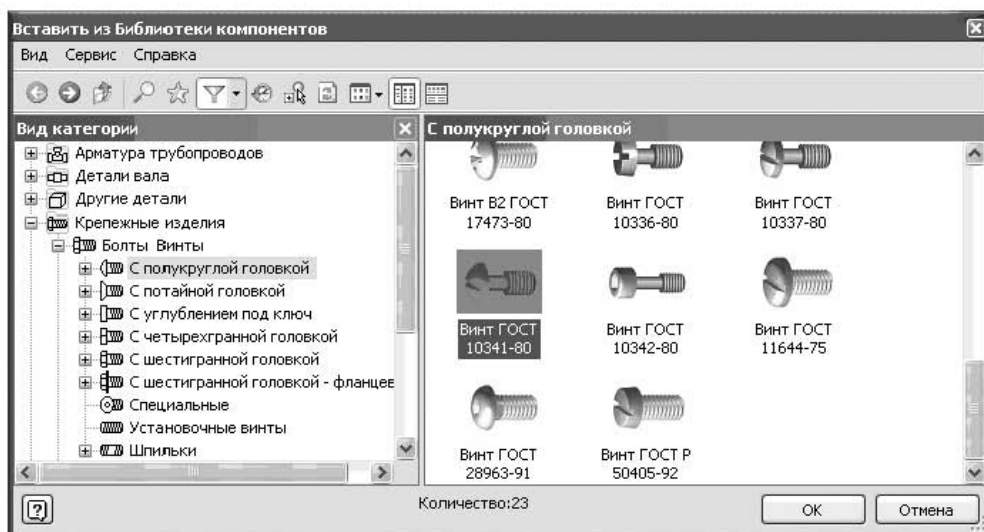

Рис. 9.77. Диалоговое окно Вставить из Библиотеки компонентов
- Выберите команду ленты **Сборка** ▶ **Компонент** ▶ **Вставить из Библиотеки компонентов** , в результате появится диалоговое окно (рис. 9.77).